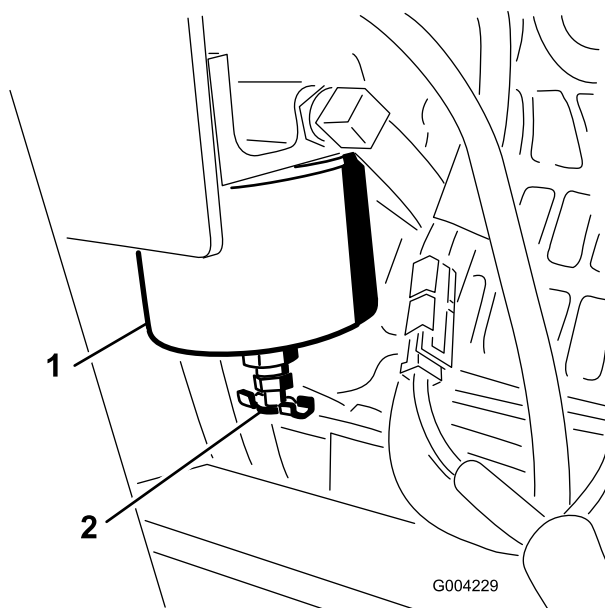

Figure 30
Vidangez chaque jour l'eau ou autres impuretés qui se trouvent dans le filtre à carburant/séparateur d'eau (Figure 30).
1. Localisez le filtre à carburant situé du côté droit du moteur (Figure 30) et placez un récipient dessous.
1. Nettoyez la surface autour des supports de la cartouche du filtre (Figure 30).
2. Déposez la cartouche et nettoyez la surface de montage (Figure 30).
4. Installez la cartouche à la main jusqu'à ce que le joint soit en appui contre la surface de montage. Serrez ensuite la cartouche d'un demi tour supplémentaire (Figure 30).